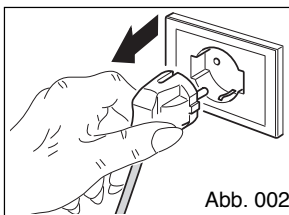

Abb. 002
- **Nicht am Netzkabel oder am Gerät ziehen, um den Stecker aus der Steckdose zu ziehen (Abb. 002).**
- **Sofort nach der Benutzung des Geräts und vor Reinigungs- oder Wartungsarbeiten IMMER den Gerätestecker aus der Steckdose ziehen (Abb. 002).**